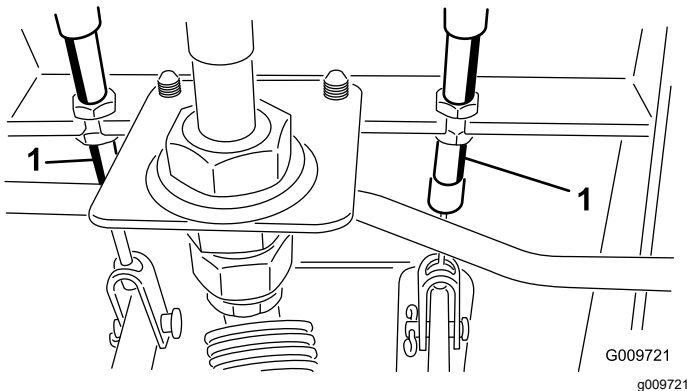

Figura 117
- A. Afloje la tuerca delantera del extremo roscado del cable de freno (Figura 117).